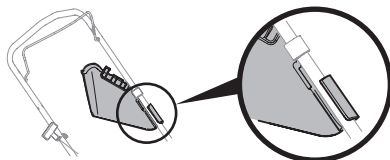

Figura 14
**NOTA:** algunas tolvas de descarga incluyen un sujetador para asegurar la tolva de descarga a la manija. Si se incluye, la tolva de descarga lateral puede asegurarse a la manija cuando no está en uso (Figura 14).